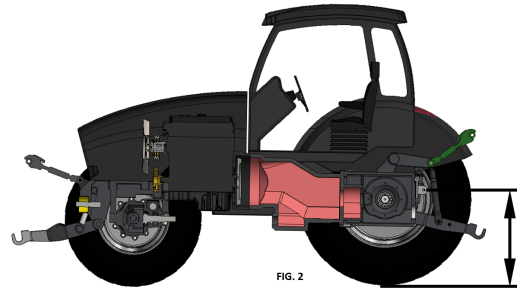

FIG. 2
2. Esta Lengüeta debe quedar ajustada lateralmente para no permitir dicho movimiento y sin embargo debe permitir su movimiento en sentido vertical. Fig. 2.